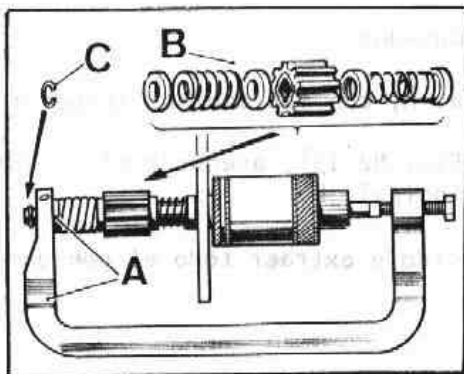

Fig. N2-19 Desmontaje del piñón
- 1.5. Usando una mordaza adecuada, A (Fig. N2-19), asegurar el casquillo del extremo y comprimir el muelle principal, B.